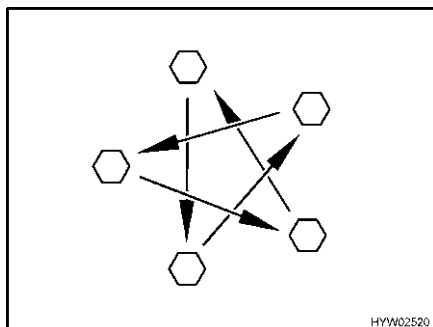

Bild 215 Dra åt hjulmuttrarna eller hjulbultarna korsvis
- Kontrollera regelbundet att hjulmuttrarna eller hjulbultarna är ordentligt åtdragna. Om du har bytt däck ska hjulmuttrarna eller hjulbultarna dras åt korsvis efter 5 mils körning (Bild 215). Åtdragningsmoment se avsnitt 13.5.2.
- ▷ Dra åt hjulmuttrarna eller hjulbultarna korsvis (Bild 215).